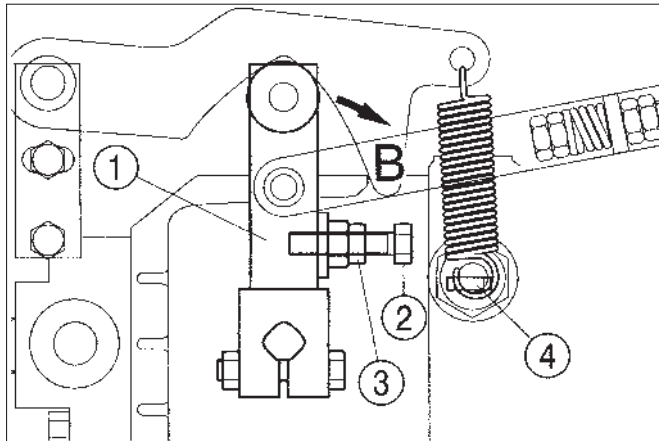

Fig. 68
- Fig. 68
- (1) Biellette de commande
- (2) Vis
- (3) Ecrou de blocage
- (4) Butée